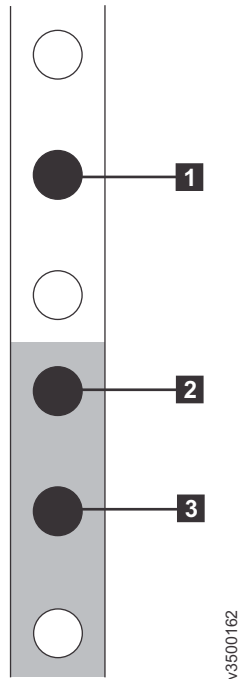

Abbildung 37. Positionen der Bohrungen auf der Vorderseite des Racks
4. Ermitteln Sie auf der Vorderseite des Rackschranks die zwei Standardrackeinheiten (2U) im Rack, in denen Sie die Halteschienen installieren möchten. Abb. 37 auf Seite 36 zeigt zwei Rackeinheiten, bei denen die Bohrungen auf der Vorderseite angegeben sind.